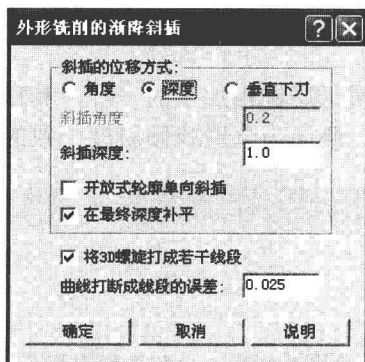

图 1-22 渐降斜插参数
3) 单击“渐降斜插”, 斜插的位移方式有角度、深度和垂直下刀, 这里选择“深度”方式, 勾选“在最终深度补平”, 斜插深度: 1.0, 其余默认, 如图 1-22 所示。